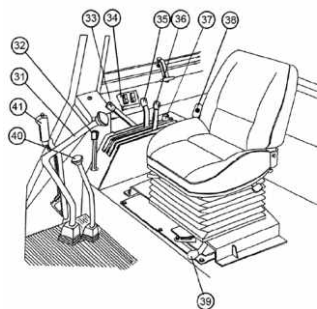

Рис. 1. Рычаги управления
1. На рис. 1. позицией 31 изображен _____
2. На рис. 1. позицией 32 изображен _____
3. На рис. 1. позицией 33 изображен _____
4. На рис. 1. позицией 34 изображен _____
5. На рис. 1. позицией 35 изображен _____
6. На рис. 1. позицией 36 изображен _____
7. На рис. 1. позицией 37 изображен _____
8. На рис. 1. позицией 38 изображен _____